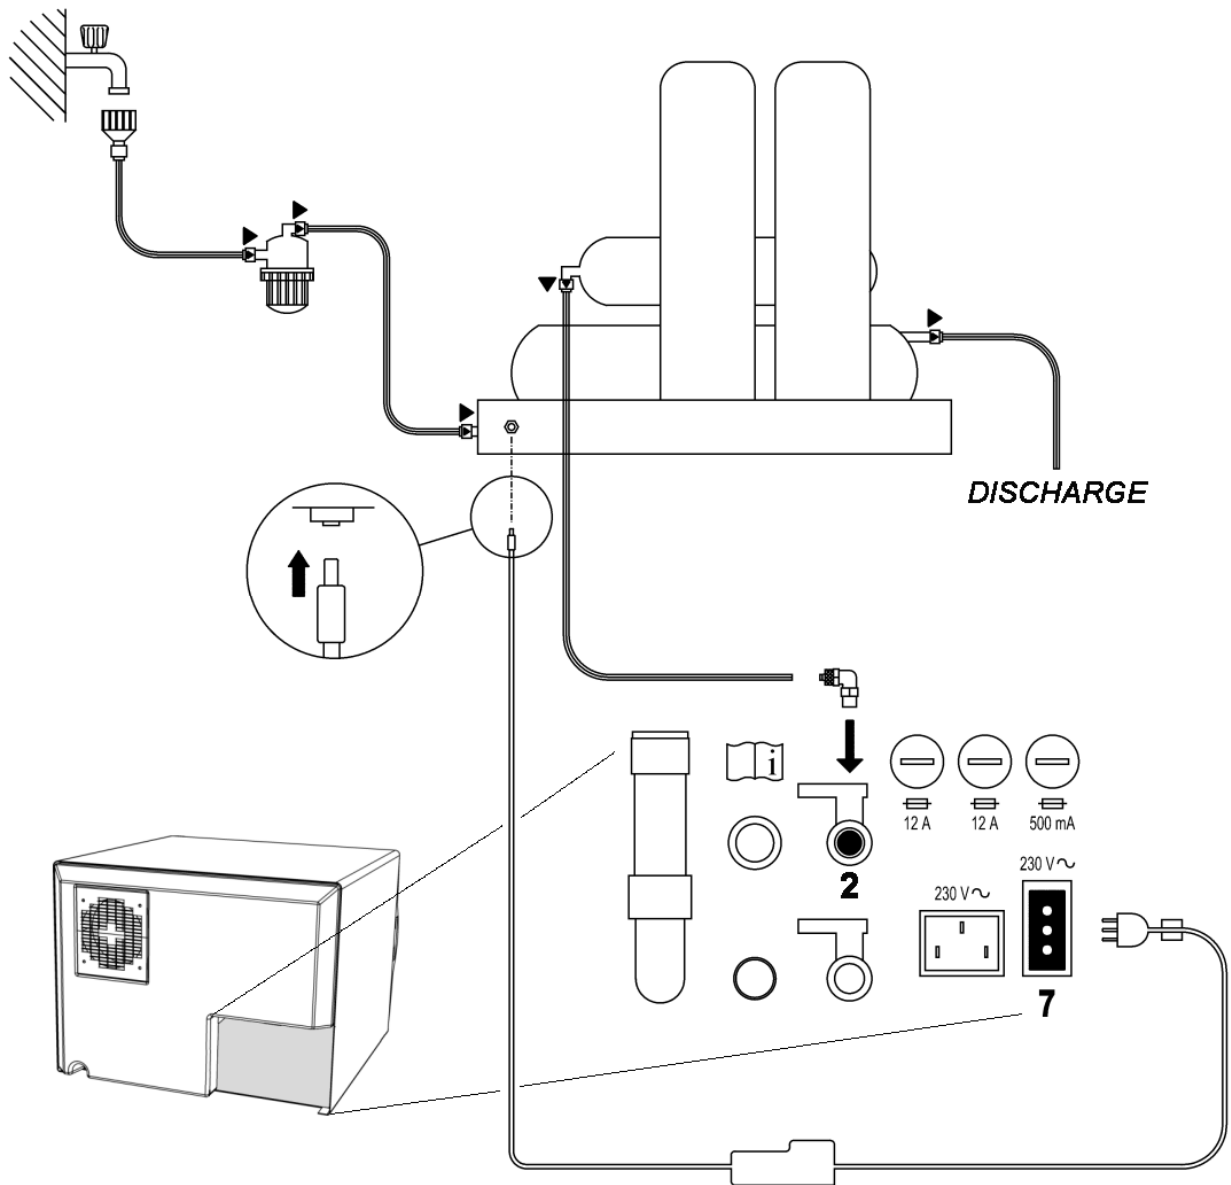

FIG.32
5. Vissez le raccord porte-tuyau sur le filet femelle du tuyau d'évacuation de l'eau propre FIG.32 pos. **2**.
7. Introduisez la fiche du déminéralisateur dans la prise FIG.32 pos. **7** au dos de l'autoclave.